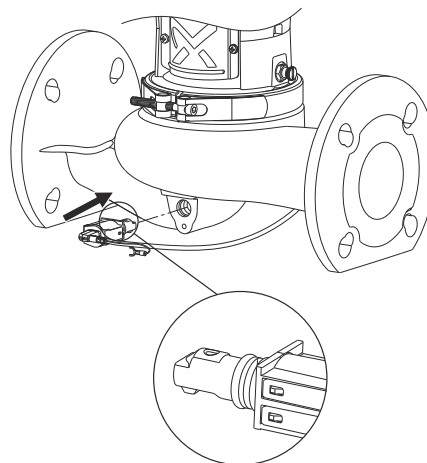

Рис. 9 Правильная установка датчика
1. Установите новый датчик и аккуратно переместите его в исходное положение. Конец датчика должен смотреть вниз. См. рис. 9.